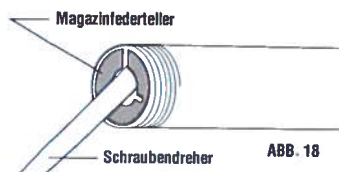

ABB. 18
- Stecken Sie einen Schraubenzieher in das offene Ende des Röhrenmagazins. Bringen Sie die Spitze unter den Rand des Magazinfedertellers. Siehe Abb. 18.